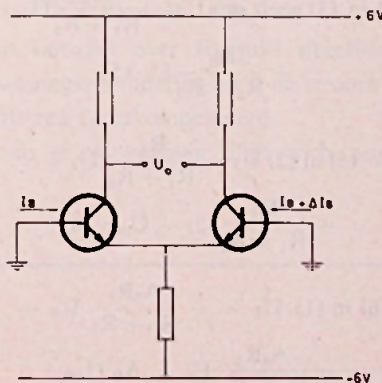

Fig. 1
De ingang bestaat steeds uit een differentiaal versterker (fig. 1). De beide ingangstransistoren dienen een stroom te trekken om in hun werkingsgebied te komen en dus ook een basisstroom. Deze basisstroom is eigenlijk de polarisatiestroom die door de uitwendige bron geleverd dient te worden. Kortom: als beide ingangen op 0 volt potentiaal liggen, loopt er een stroom I_B zonder dat er een uitgangssignaal verschijnt.
b) Offset current (fig. 1)